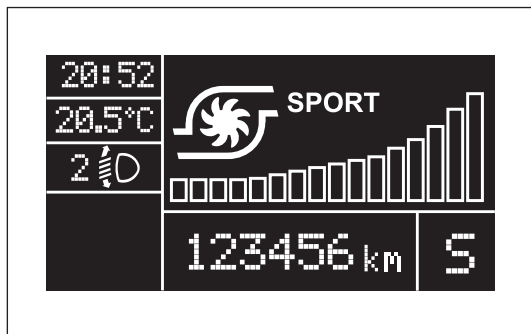

fig. 93
- ☐ Videata con pressione turbo-compressore: fig. 93.